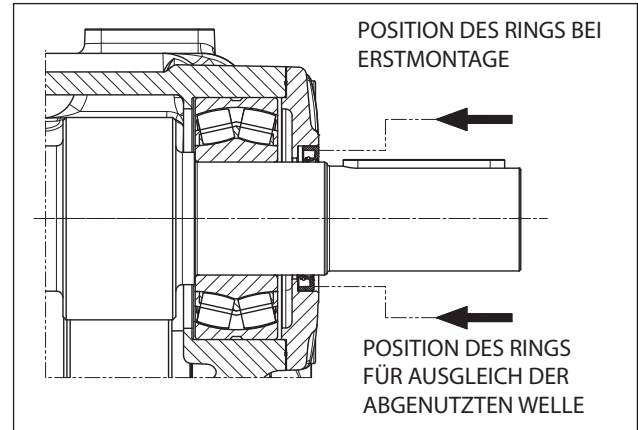

Abb. 118
Überprüfen Sie vor Einbau des radialen Dichtrings den Zustand der Dichtlippe. Im Fall eines Austauschs montieren Sie den neuen Ring gemäß Abb. 118.
**Sollte die Zapfwelle im Bereich mit der Dichtlippe einen Verschleiß am Durchmesser aufweisen, können Sie zur Vermeidung der Schleifbearbeitung den Ring auf Anschlag mit dem Deckel neu ausrichten, siehe hierzu Abb. 118.**